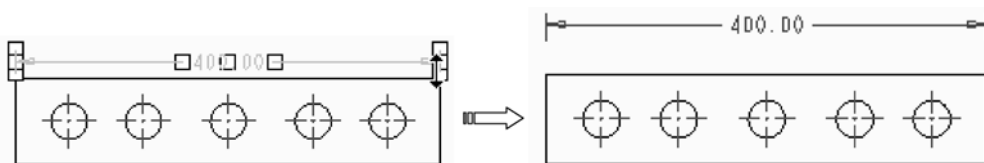

图 9-56 同时移动多个尺寸
- : 尺寸文本、尺寸线与尺寸界线在竖直方向上移动, 如图 9-56 所示。